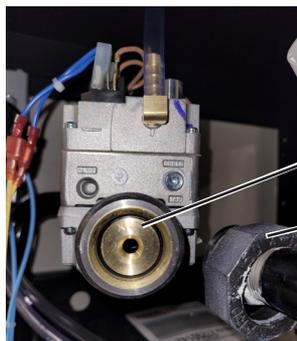

Figure 5.
7. REMPLACEZ L'ORIFICE DE GAZ : Utilisez une pince multiprise ordinaire pour desserrer le circuit de gaz au niveau du raccordement de l'orifice d'évacuation des gaz (près de la soupape de gaz) et remplacez l'ORIFICE D'ÉVACUATION DES GAZ par le nouveau fourni. Voir Figure 5. Jetez l'ancien orifice d'évacuation des gaz. **Assurez-vous que le joint torique est installé autour du rebord extérieur de l'orifice d'évacuation des gaz et que ce dernier est placé de manière affleurante à l'intérieur du raccord.** Serrez le raccord à l'aide de la pince multiprise ordinaire pour assurer une bonne étanchéité. Voir Figure 4 et Figure 5.
TOURNEZ pour desserrer le raccord inférieur du circuit de gaz comme indiqué sur la Figure 5.